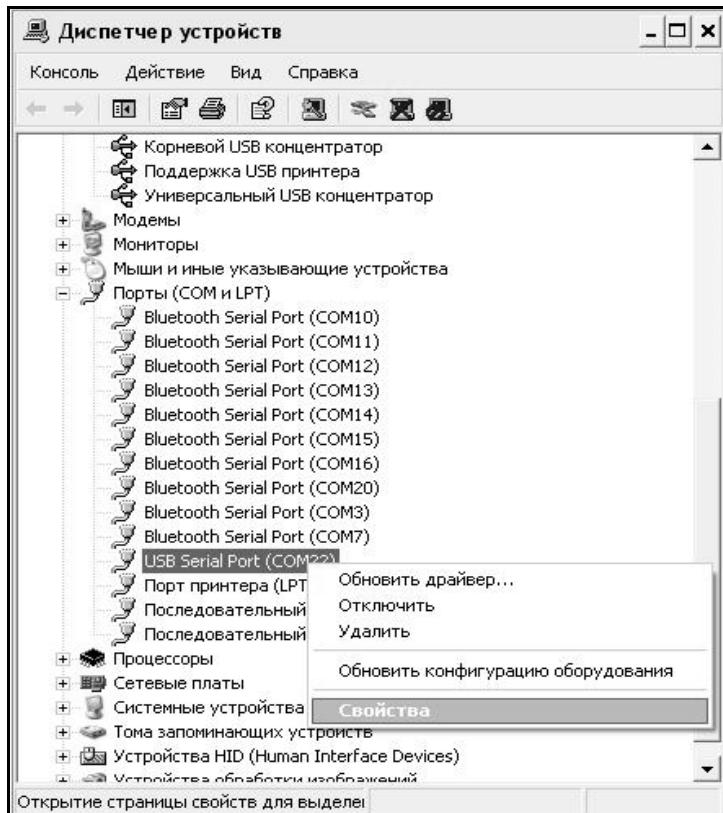
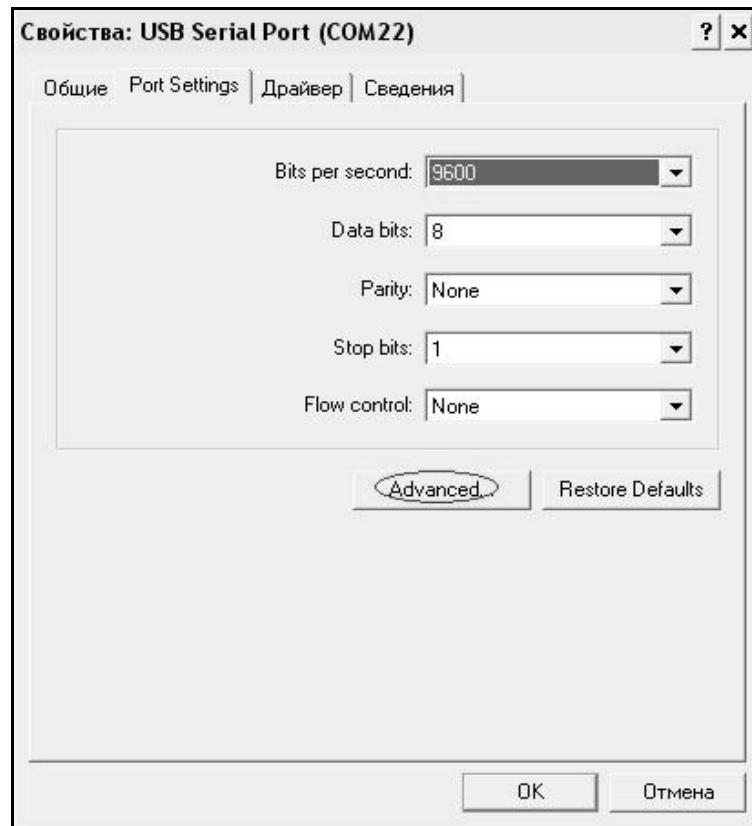

Рисунок 9 - Окно диспетчера устройств
Рисунок 10 - Окно свойств USB-порта
– найти строку «USB Serial Port (СОМ №)», в скобках указан номер СОМ-порта, если номер в скобках «1», то настройка завершена и ничего менять не нужно, если номер не «1», то необходимо вызвать окно свойств «USB Serial Port (СОМ №)» (правой клавишей мыши щелкнуть по строке USB Serial Port (СОМ №) и выбрать пункт меню «Свойства») (см. рис. 9), перейти на вкладку «Параметры Порта», нажать кнопку «Дополнительно» (см. рис. 10) и в выпадающем списке «Номер Сом-порта» выбрать «СОМ 1» (см. рис 11), нажать кнопку «OK».